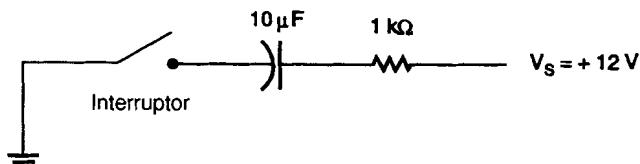

FIGURA 11-11
4. ¿Cuánto tiempo necesitará el capacitor de la figura 11-11 para cargarse hasta $1/4V_s$, $1/2V_s$ y $3/4V_s$ a partir del momento en que el interruptor se cierra? El voltaje inicial a través del capacitor es cero. [4]